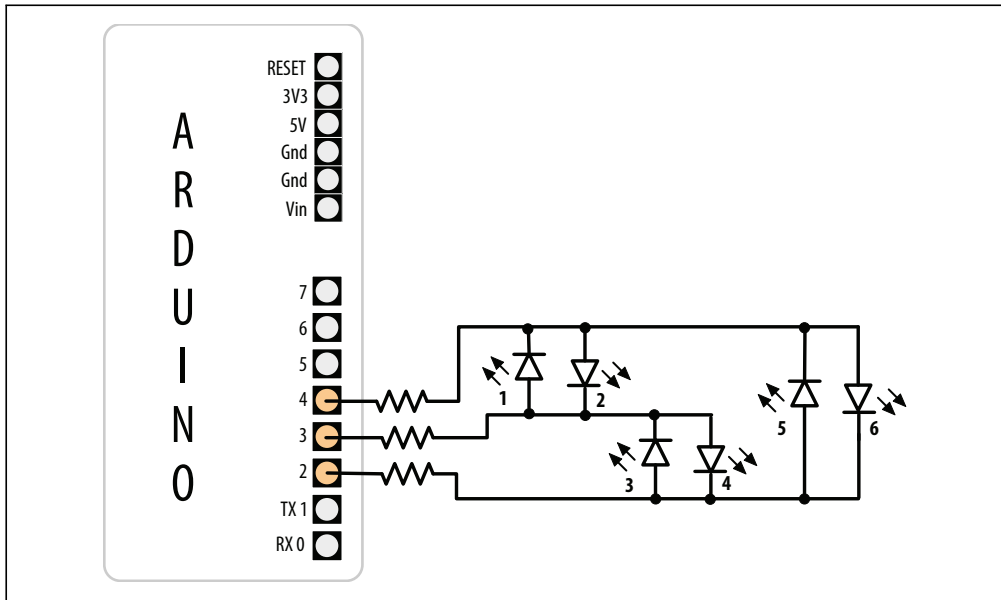

Abbildung 7-10: Ansteuerung von sechs LEDs mit nur drei Pins per Charlieplexing
*Charlieplexing* ist eine spezielle Form des Multiplexings, die die Zahl der LEDs erhöht, die von einer Gruppe von Pins angesteuert werden können. Der folgende Sketch steuert sechs LEDs mit nur drei Pins (Abbildung 7-10 zeigt den Anschluss):